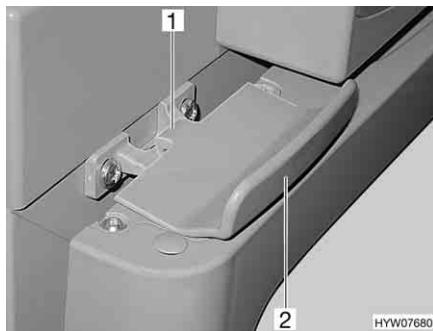

Fig. 141 Bloccaggio della porta del frigorifero, chiuso (Thetford)
- Aprire la porta del frigorifero tirando la maniglia (Fig. 141,2). Il bloccaggio (Fig. 141,1) si sblocca automaticamente.